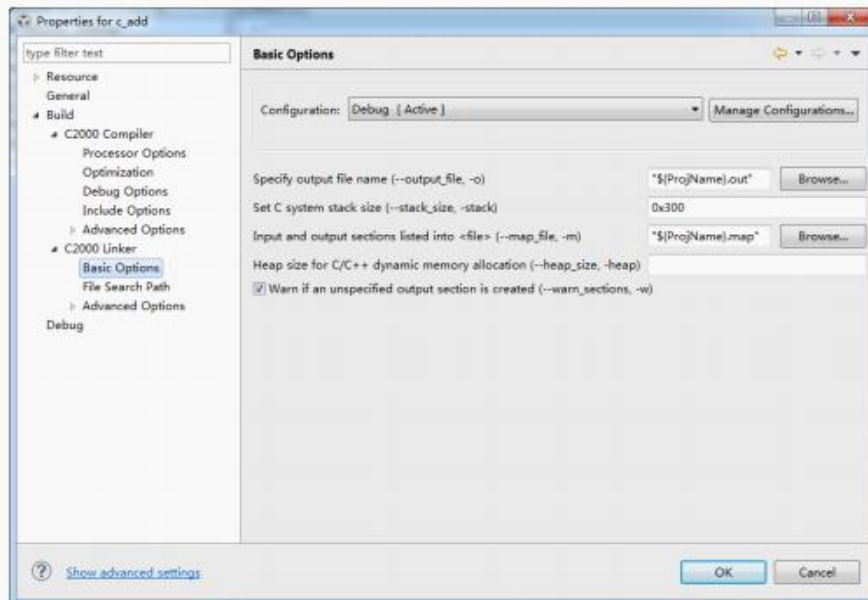

图1-4
- c. 点击 Basic Options 在弹出的对话框中选择连接的参数设置, 设置输出文件名 (可执行文件与空间分配文件), 堆栈的大小以及初始化的方式如下图 1-4 所示。